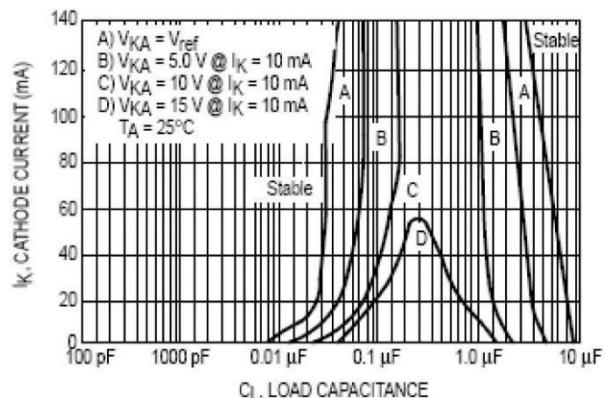

图 15. 稳定边界条件
CD432 是用途广泛的可编程精密电压基准源。在需要基准电压而又没有标准基准电压的电路中作为基准电压源使用。其他的用途包括 在供电电源、电压监视器、限流元、红顶灌电流和串联旁路调节器中为驱动光耦合器提供反馈控制。在这些应用中，至关重要的是维持设备在多种工作电流和负载电容中的稳定。有些情况下，电路设计者能够从如图 15 所示的稳定边界条件曲线中估算稳定电容。然而，这些典型曲线只在专门的阴极电压和专门的负载条件下提供稳定信息。
阴极与基准电压引脚相管片。数据表稳定边界曲线的测试（如图 15）显示负载电容量和阴极电流值在边界上。定义传输增益。直流增益 (DC) 为：